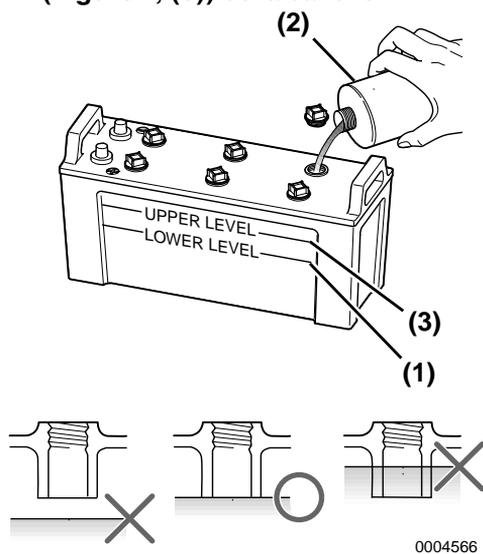

Figure 7
4. Si le niveau d'électrolyte est inférieur au niveau de remplissage minimal (**Figure 7, (1)**), ajoutez de l'eau distillée (**Figure 7, (2)**) (disponible localement) jusqu'à la limite supérieure (**Figure 7, (3)**) de la batterie.